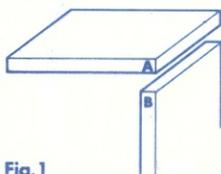

Fig. 1
- 1) Vous devez d'abord choisir les faces qui seront à l'extérieur, une fois l'assemblage terminé. Repérez ensuite chaque angle d'assemblage en marquant d'une lettre le chant des panneaux. Par exemple, **A** et **B** (voir Fig. 1).